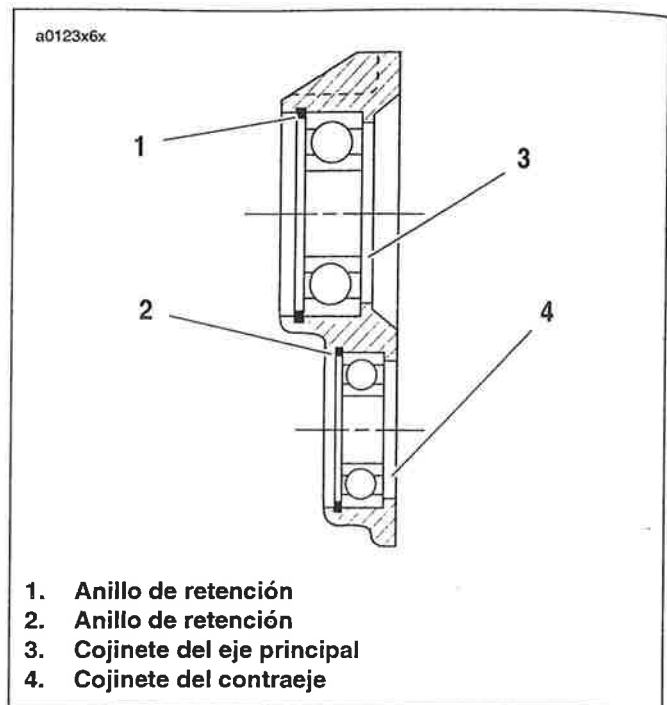

Figura 6-56. Conjunto del cojinete de bolas
5. Vea la Figura 6-56. Si es necesario reemplazar el cojinete, retire los anillos de retención (1, 2) usando los alicates para anillos snap (pieza Snap-On N° PR-36). Presione para sacar los cojinetes (3, 4) del interior del cárter.